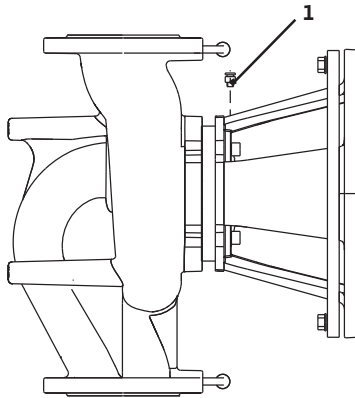

Fig. 40. Вентиляционный клапан
- Удалить воздух из насосов путем открытия вентиляционных клапанов (Fig. 40, поз. 1). Сухой ход разрушает скользящее торцовое уплотнение насоса. На дифференциальном датчике давления запрещается удалять воздух (опасность разрушения).